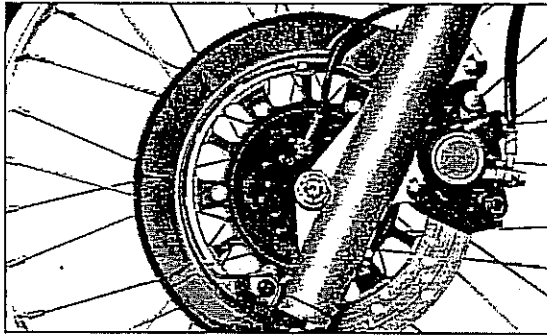

Bild 126 ►
- Links splintgesicherte Achsmutter ausdrehen, siehe Bild 125, rechts vier Schrauben SW 10 lockern, siehe Bild 126. Achse ausziehen und Rad entnehmen.